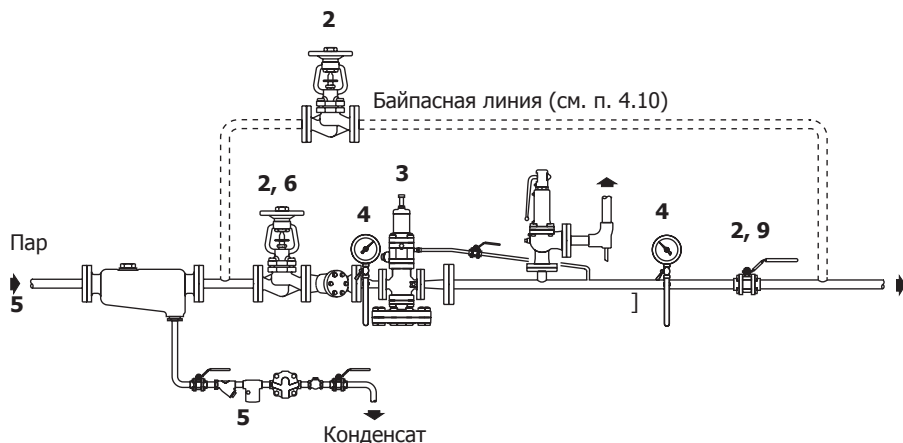

Рис. 10 Настройка клапанов DP27, DP27E и DP27Y
5.1 Настройка (рис. 10 и 11)
DP27, DP27E и DP27Y (Рис. 10)